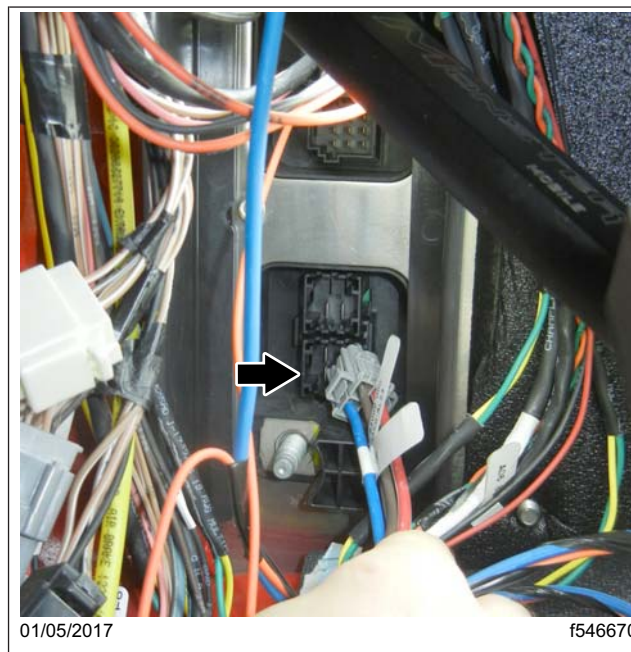

Fig. 10, Insertion du connecteur à 4 fils dans l'emplacement X55 du SAM châssis
16. Branchez le connecteur à 4 fils dans l'emplacement X55 du SAM châssis. Reportez-vous à la figure 10.